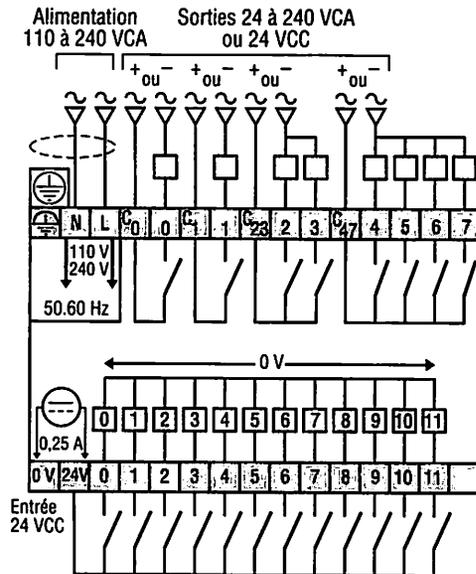

Fig. 13 : Automate de base.
5.1. Automate de base (fig. 13)